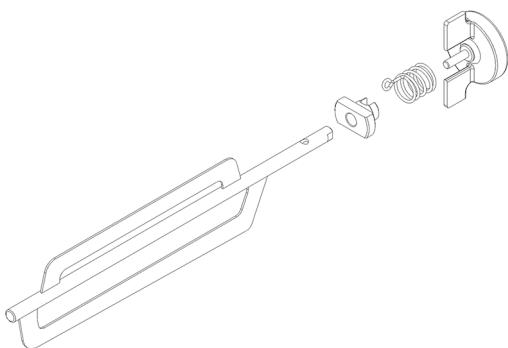

figura 28
- 6** Si está presente, montar el agitador magnético y el impulsor como se muestra en la figura. (ver figura 28)